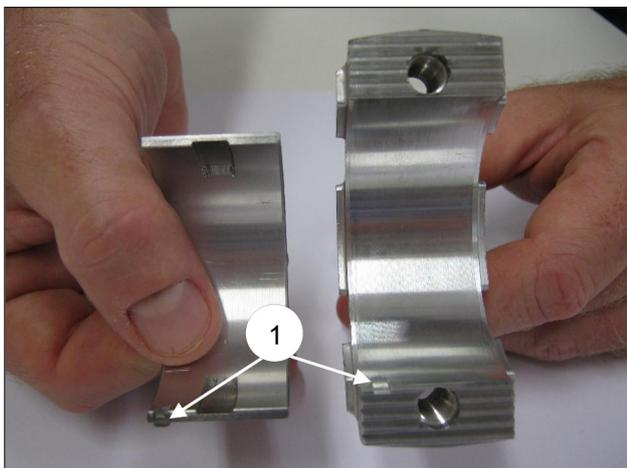

Fig. 6
Comprobar que las muescas de referencia de los semicojinetes superior (Fig. 6, pos. ①) e inferior (Fig. 6/a, pos. ②) estén colocadas en los alojamientos de la biela y el sombrerete.